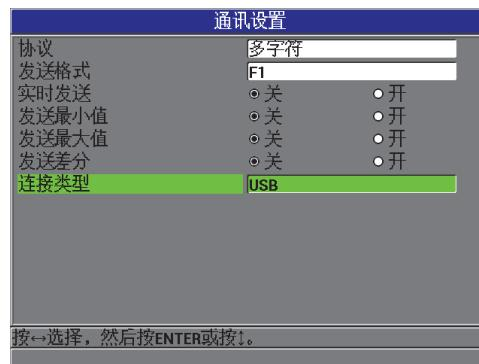

图 8-1 通讯设置屏幕 — USB
5. 在通讯设置屏幕上，将连接类型设置为 USB（参见第 136 页的图 8-1）。